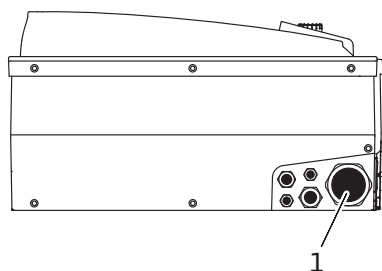

Fig. 22: Dławik przewodu M40
- Przewód przyłączeniowy sieciowy należy przeprowadzić przez dławik przewodu M40 (Fig. 22, poz. 1).